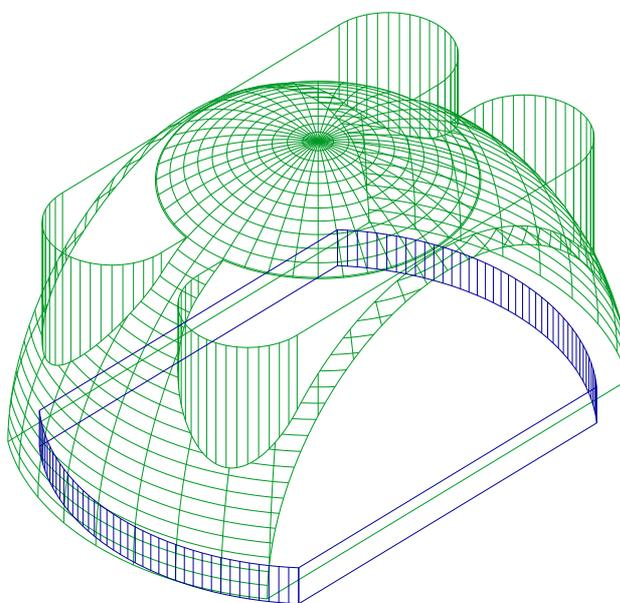

Рис. 17
5.3. Сделать текущим слой сферы (выбрать из списка слоев в панели инструментов свойств объектов), слой цилиндра основания сделать видимым (рис. 17):
В ответ на следующие запросы левой кнопкой мыши выделить сферу и цилиндр основания (рис. 17).